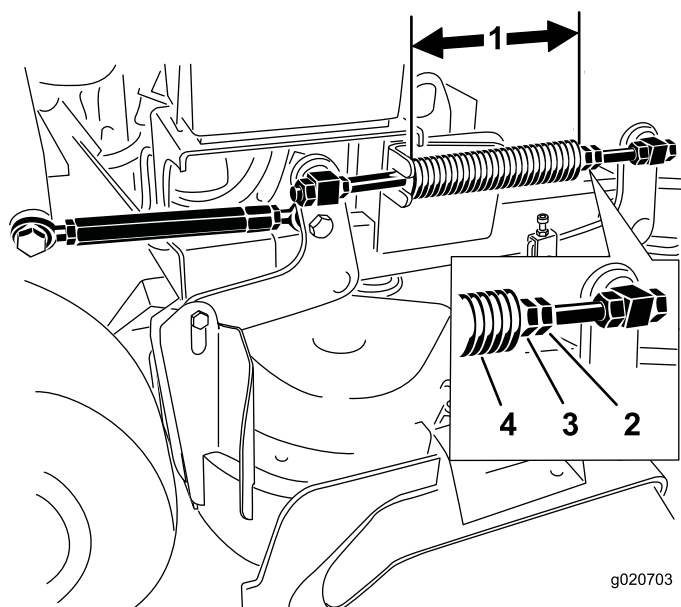

Figura 87
Nota: La longitud nominal es de 28.2 (11-1/8 pulgadas) para carcasas de corte de 91 cm (36 pulgadas) y de 25.7 cm (10-1/8 pulgadas) para carcasas de corte de 102 cm (40 pulgadas) (Figura 87).
3. Ajuste esta distancia aflojando la contratuerca elástica y girando la tuerca que está delante de cada muelle (Figura 87).
4. Fije la tuerca en la posición deseada apretando la contratuerca elástica (Figura 87).